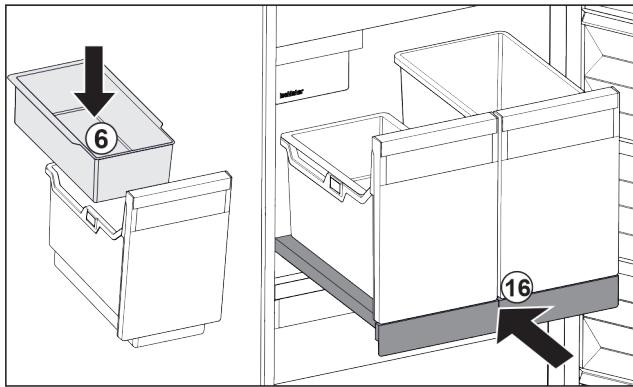

Fig. 111
- Vložte závesnú misku Fig. 111 (6) na kocky ľadu.
- Zasuňte vytahovaciu poličku s nádobou (IceTower). Fig. 111 (16)